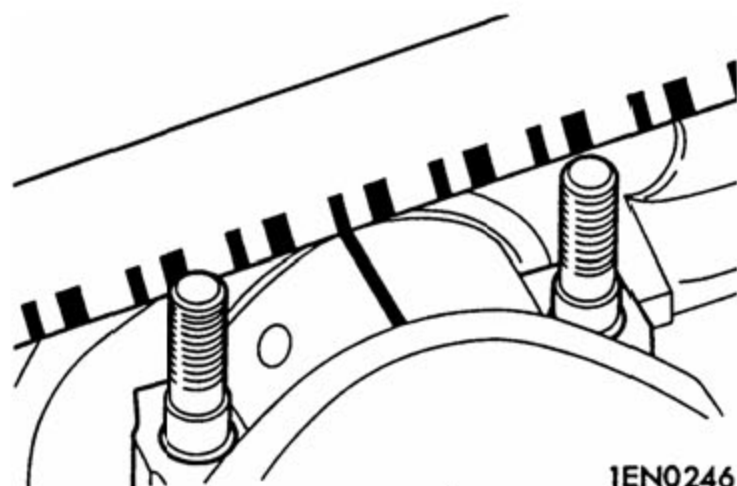

图 5-6
- E). 用印刷在塑料线规袋上的标尺，在最宽点测量塑料线规的被挤压部分（图 5-6）